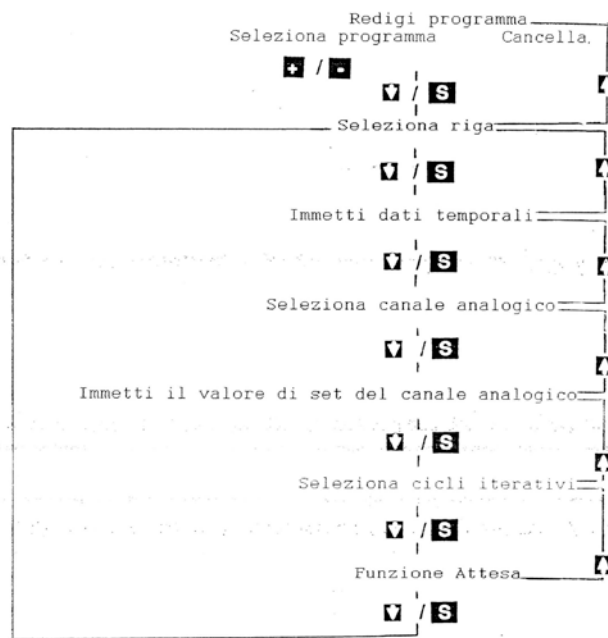

Figura 8 – Step da eseguire per l’editing di un programma.
N.B.: ogni volta che si desidera tornare allo step precedente premere il tasto  . La Figura 8 illustra schematicamente gli step necessari per editare un programma.